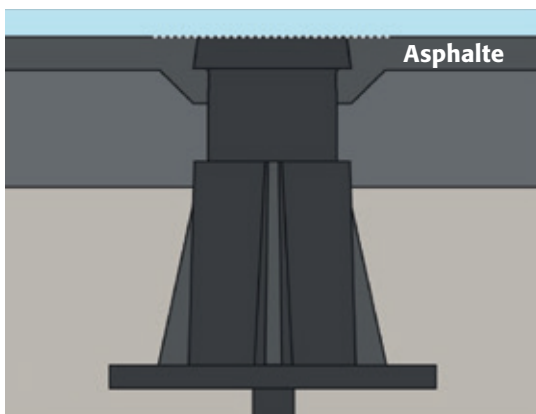
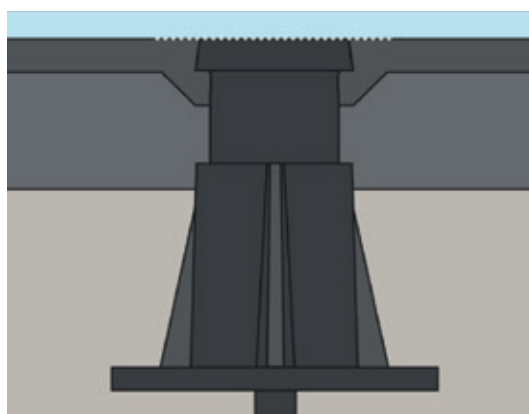

Fig. 5
Fig. 6
10. Enlever la couche d'asphalte sur les capes, soulever la partie supérieure – remplir avec de l'asphalte – compacter. **(Fig. 5)** La partie supérieure doit être exempte de corps étrangers et ne doit pas se trouver à plus de 2 cm au-dessus du niveau de la couche d'asphalte au moment de l'enrobage. (Montage final voir **Fig. 6**)